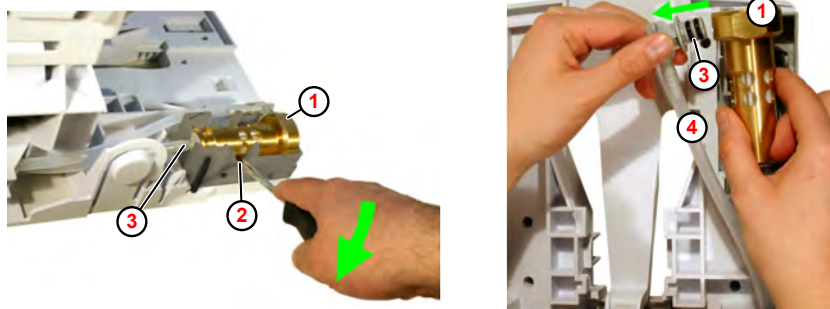

Fig. 19: Smontaggio/montaggio disconnettore tubo
1. ➤ Fare leva sul disconnettore tubo (Fig. 19 , ①) con il cacciavite rimuovendolo dal supporto (apertura laterale) ② .
2. ➤ Estrarre il niplo di collegamento ③ dal disconnettore tubo ① .